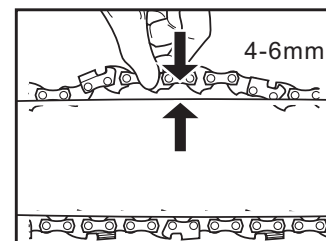
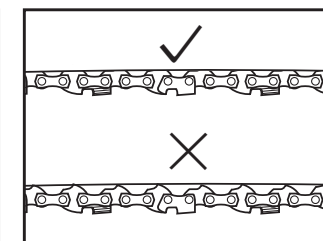

Fig. 15A
Fig. 15B
4. Compruebe el nivel de tensión tirando de la cadena a 4-6 mm de la barra guía con una fuerza ligera (Fig.15A). Su cadena está en el nivel correcto de tensión si no hay "pandeo" entre la barra guía y la cadena. (Fig. 15B)